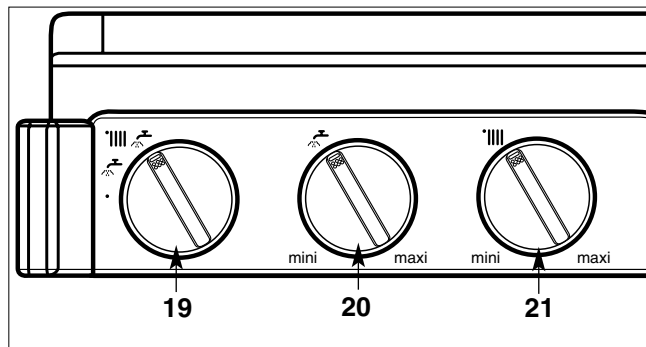
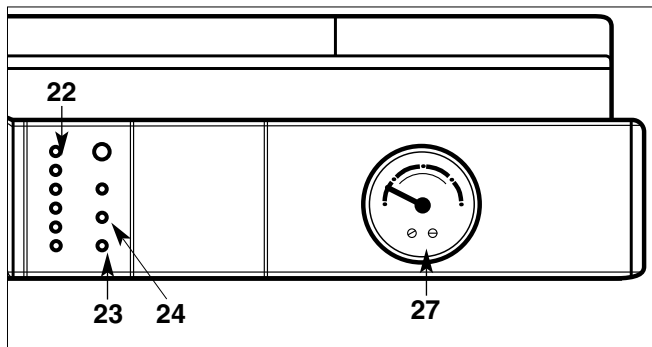

Fig. 23
Fig. 24
Ne pas oublier de le rouvrir en début de saison de chauffage, lorsque l'on replace le commutateur "19" (Fig. 23) en position « IIII 🔥 ».
- Placez le commutateur "19" (Fig. 23) en position « IIII 🔥 » voyant vert "23" allumé ; le voyant orange "24" (Fig. 24) s'allume chaque fois que le brûleur entre en fonction.
Le bouton de réglage du chauffage "21" « IIII » (Fig. 23) donne la possibilité d'ajuster la température de l'eau du circuit de chauffage en fonction des besoins saisonniers.
L'indicateur "22" 🌡️ (Fig. 24) affiche cette température.
- Placez le commutateur "19" en position arrêt « ● », extinction du voyant vert "23" (Fig. 24).